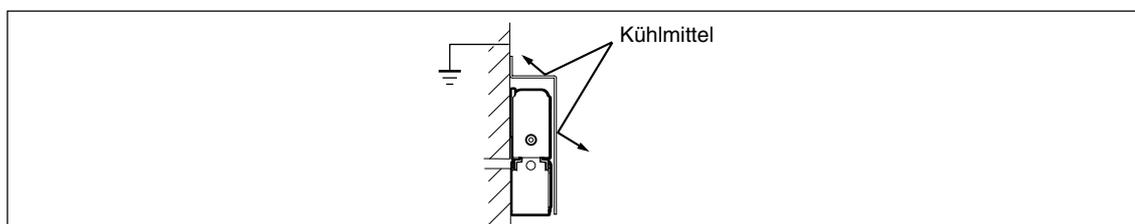

Abb. 2-2
- Denken Sie daran, dass der Maßstab beschädigt wird, falls der Schieber über die Messlänge (ML) hinaus bewegt wird.
- Bringen Sie in Umgebungen, wo Kühlmittel direkt auf den Maßstab spritzen kann, eine Abdeckung am Maßstab an, um ihn vor Spritzern zu schützen. (stehe Abb. 2-2)